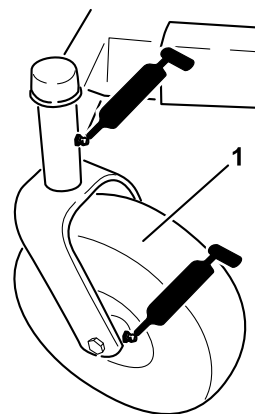
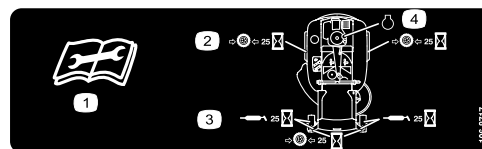

Figura 23
Figura 24
3. Pulite i raccordi d'ingrassaggio (Figura 23 e Figura 24) con un cencio, e togliete eventuali tracce di vernice davanti ai raccordi.
4. Collegate un ingrassatore a pressione a ciascun ingrassatore (Figura 23 e Figura 24). Pompate del grasso nel raccordo finché non inizia a fuoriuscire dai cuscinetti.